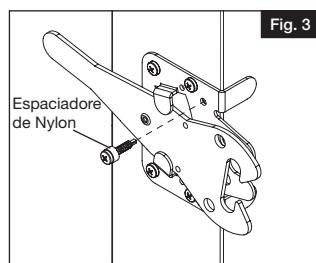

Fig. 3
- e. Colocar un tornillo a través del espaciador de nylon y fijarlo en el agujero superior delantero (Fig. 3). Así se evitará que el brazo gire demasiado lejos.